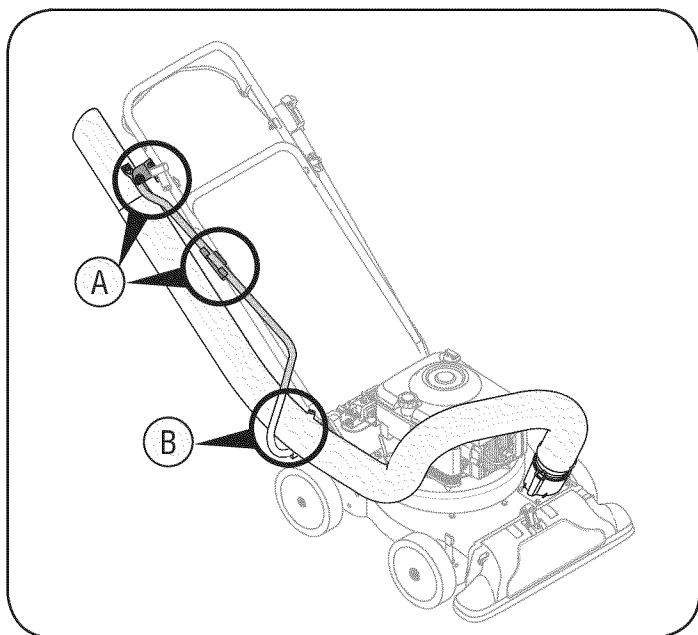

Figura 6
b. Sitúe el caño de la manguera a final curvo de mango al canal de la cortadora. Vea la figura 6.